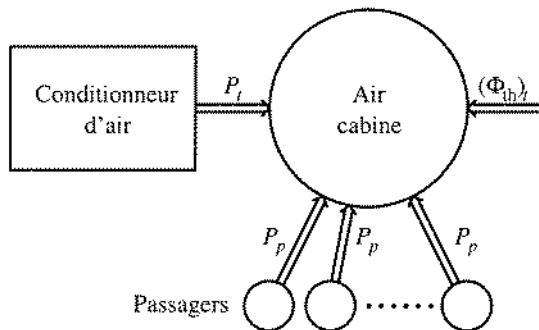

Figure 2 : Échanges d'énergie dans la cabine
- A.I.5) On désigne par P_t la puissance thermique échangée avec le conditionneur d'air (comptée positivement dans le sens de la flèche sur la figure 2). Effectuer un bilan thermique de l'air de la cabine et en déduire P_t . Application numérique à haute altitude et au sol (données dans l'introduction).